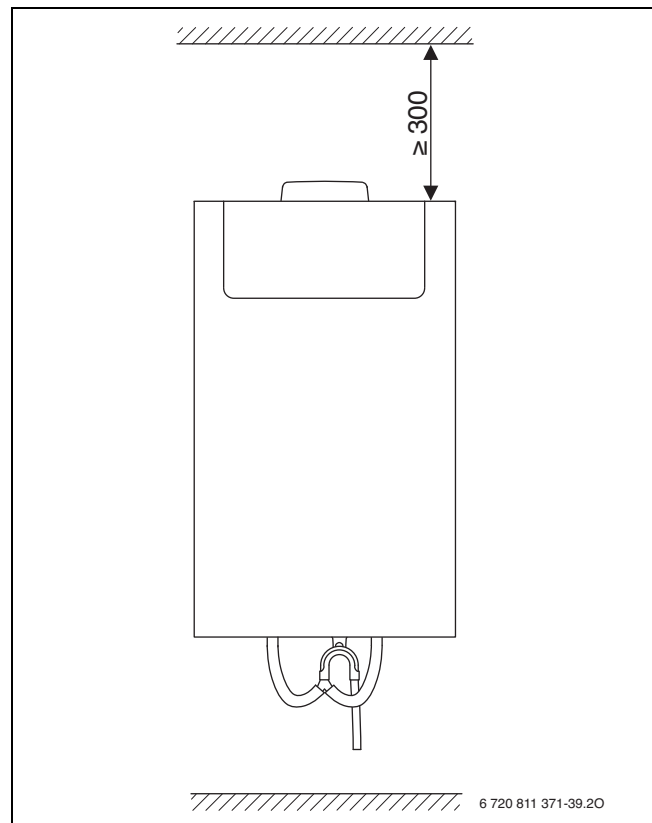
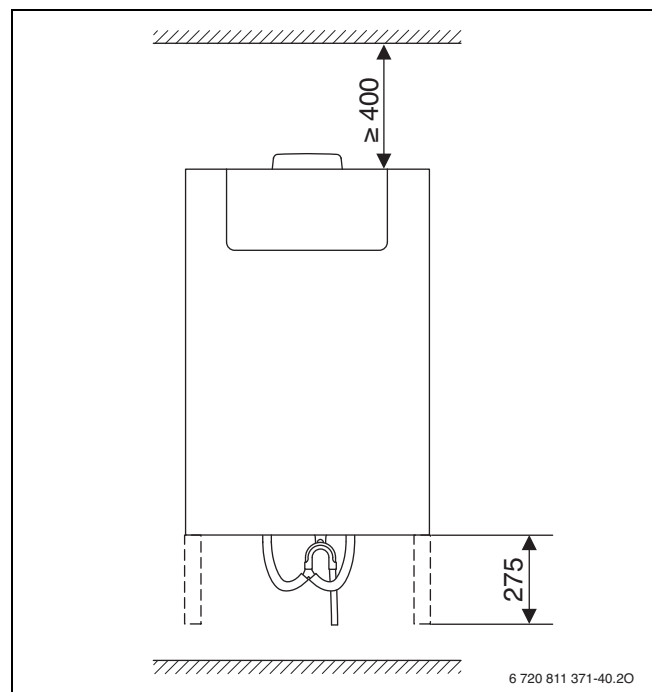

Bild 21 HR 140 W(S)
Bild 22 HR 230 W(S), HR 350 W(S)
- ▶ Mindestabstände zu Wänden, Decke und Boden beachten (→ Bild 21 bzw. Bild 22). Der Mindestabstand vor dem Gerät beträgt 650 mm.